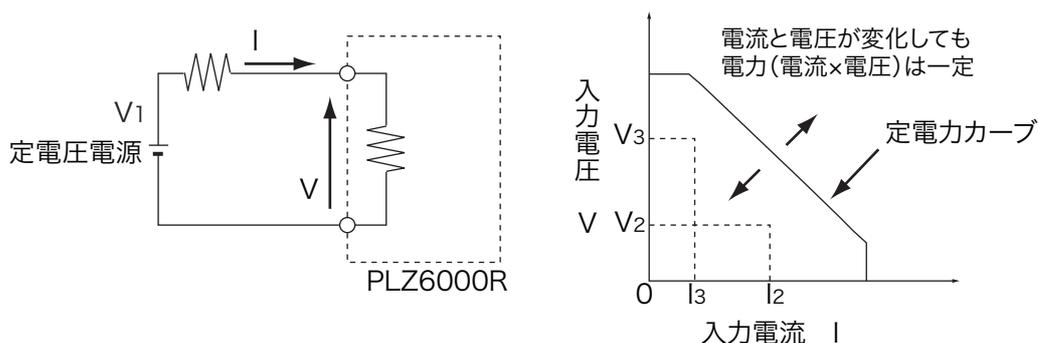

図 A-7 定電力モードの等価回路と動作
本製品を定電力 (CP) モードで使用すると、図 A-7 のように本製品は定電力負荷として動作します。定電圧源の電圧 ( $V_1$ ) が増加すると入力電流 ( $I$ ) が減少して、本製品で消費する電力  $P = V \times I$  を一定にするように電流を流す動作です。図 A-7 において  $P = V_2 \times I_2 = V_3 \times I_3$  となります。
定電力 (CP) モードを使用して、図 A-7 における定電圧電源の負荷特性を調べる場合を考えてみます。